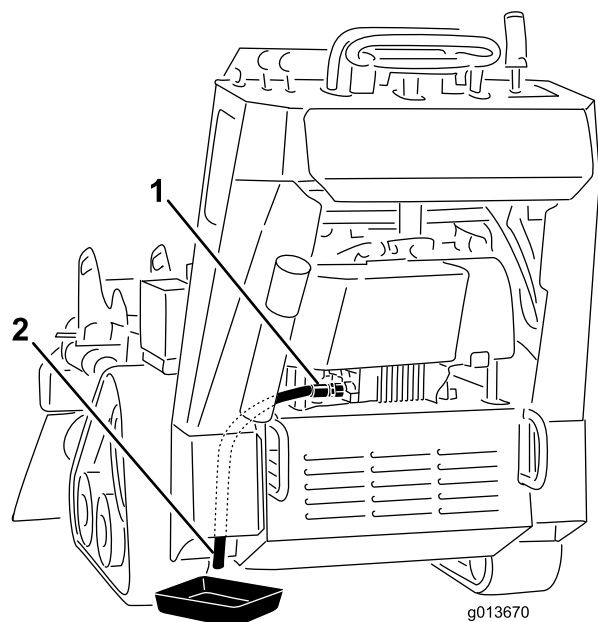

Figure 33
5. Placez un bac sous le flexible de vidange. Tournez le robinet de vidange pour permettre à l'huile de s'écouler (Figure 33).